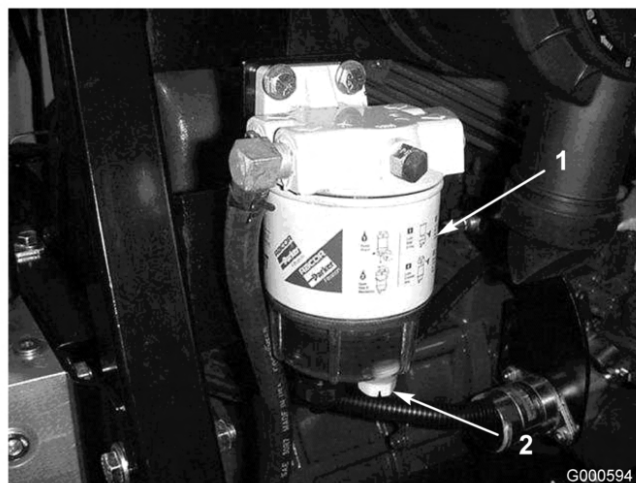

図 37
水セパレータ（図 37）の水抜きは毎日おこなって異物を除去してください。
2. フィルタ容器（図 37）下部のドレン・プラグをゆるめて水や異物を流し出す。終了したらプラグを締める。